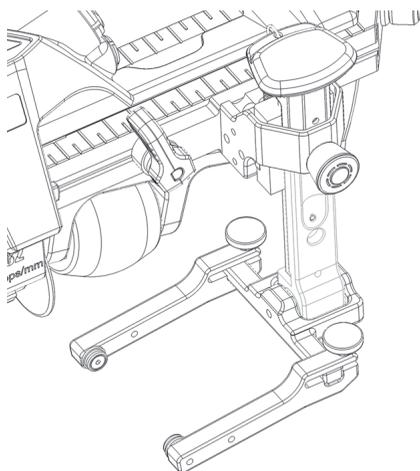

Figure 2-7 Support de sonde inséré dans la rainure du rail de montage
3. Appuyez fermement sur le support de sonde pour qu’il s’insère dans la rainure du rail en vous assurant que les bords longs de la goupille de came restent placés à l’horizontale (Figure 2-7 à la page 45).